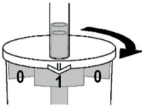

Abb. 3
4. Pentru a ridica primul polip, rotiți vasul până când săgeata indică numărul "1" (Fig. 3).